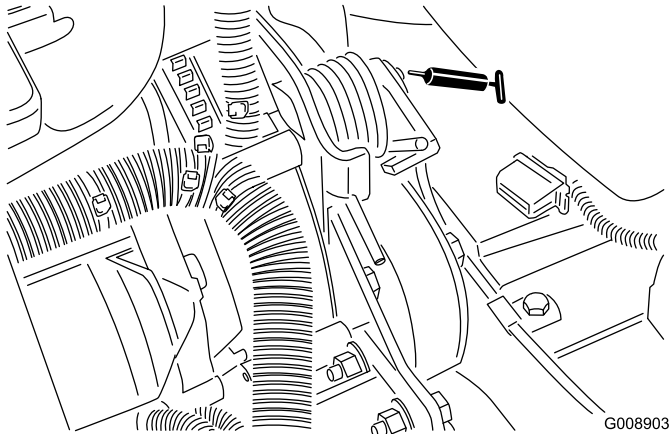

Figura 37
- Pivote tensor de la correa (Figura 37)